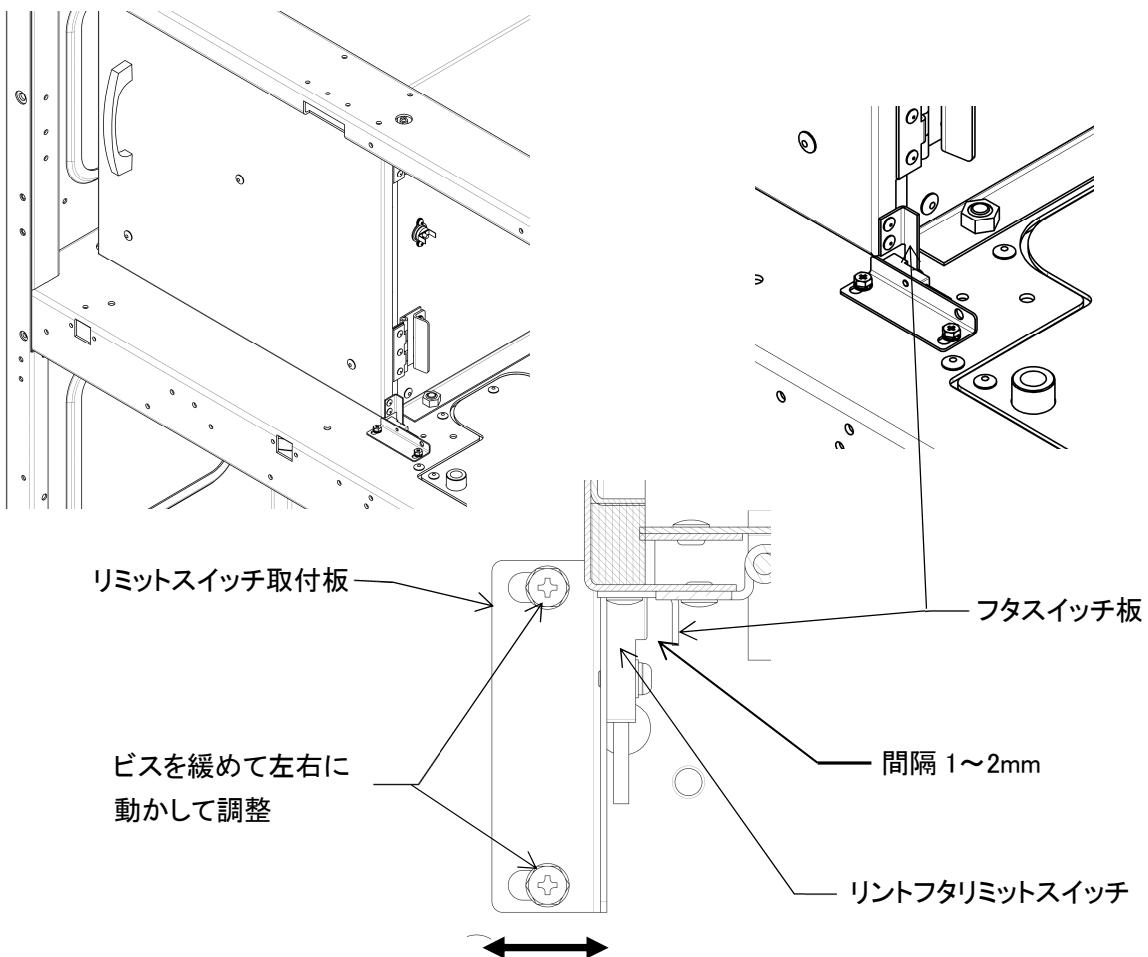

図 8-27
8. 3. 16 リントフタリミットスイッチ(図 8-27)